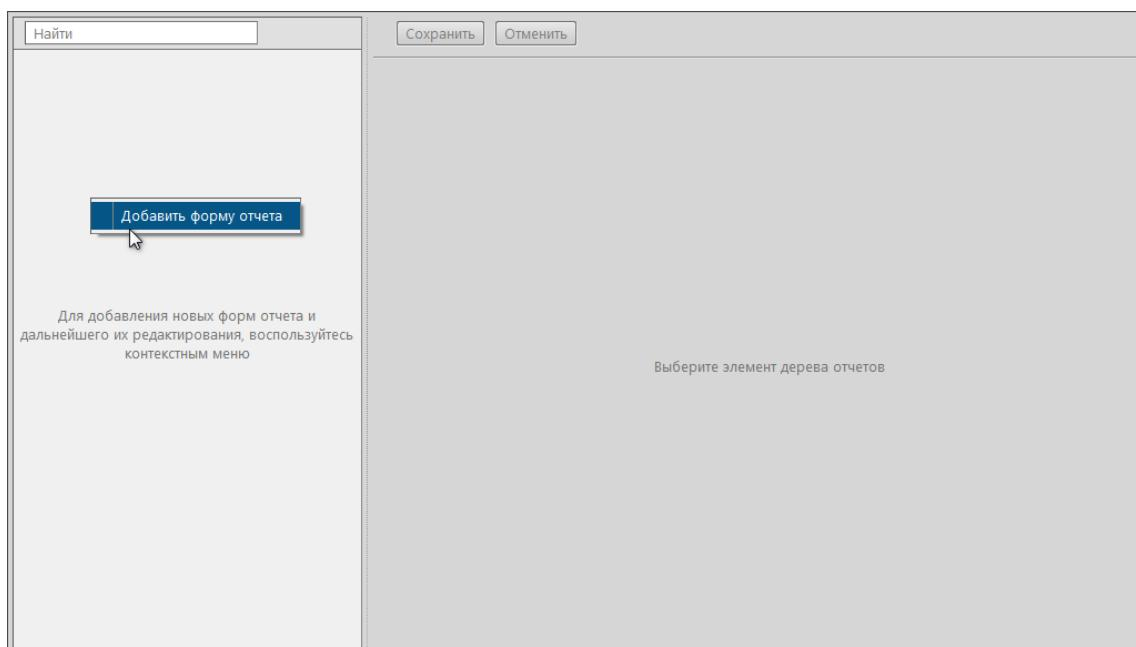

Рисунок 300 - Добавление формы отчета
1. Нажмите **ПКМ** по левому фрейму меню **Отчеты** и выберите **Добавить форму отчета** (Рисунок 300). Появится «Форма отчета N», где N – порядковый номер отчета.